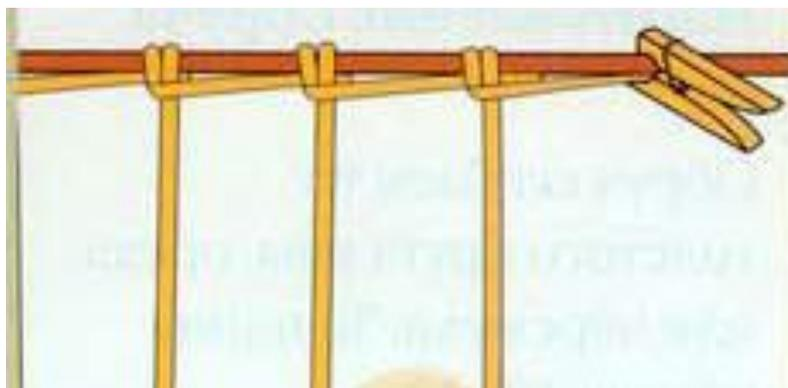

Рис.7
- Свободный заструганный конец загибаем влево, огибаем им стоячок с наружной стороны и прижимаем левой рукой к обручу (рис.7).